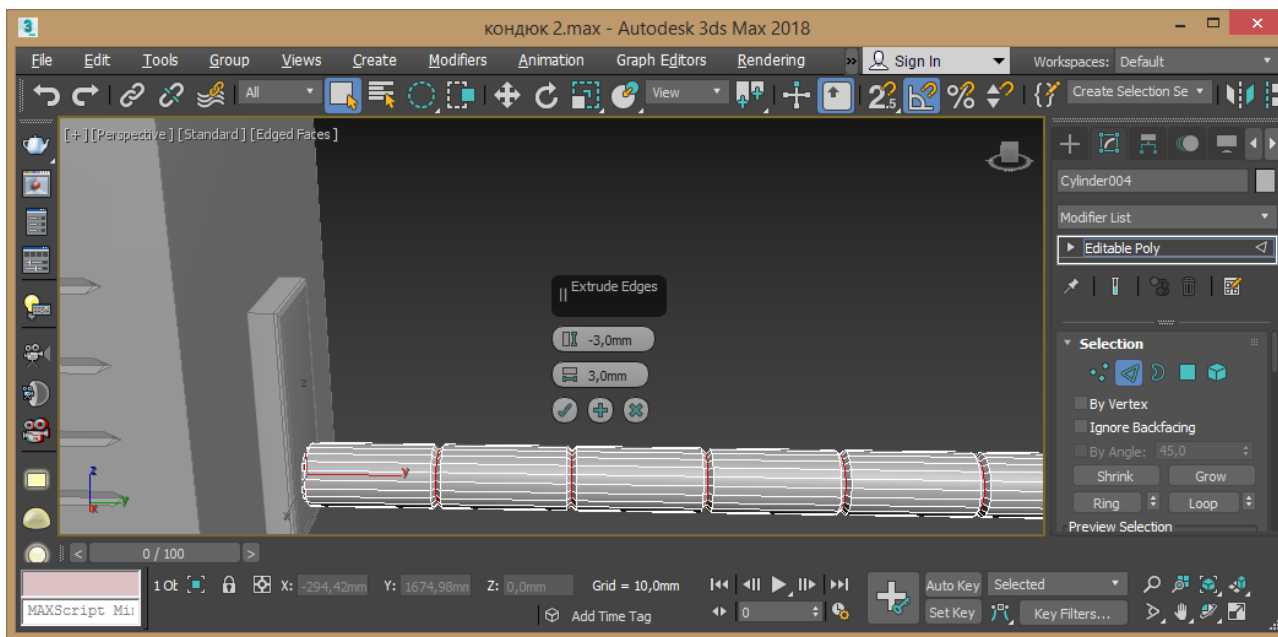

Рис. 3.19 – Створення циліндру
15. На нижньому елементі створіть циліндр із параметрами: 20, 500, 6, 1, 22. Переведіть об'єкт у Editable Poly. Перейдіть у режим редагування ребер та виділіть вертикальні. Застосуйте команду Extrude із параметрами: -3, 3 мм (рис. 3.19).